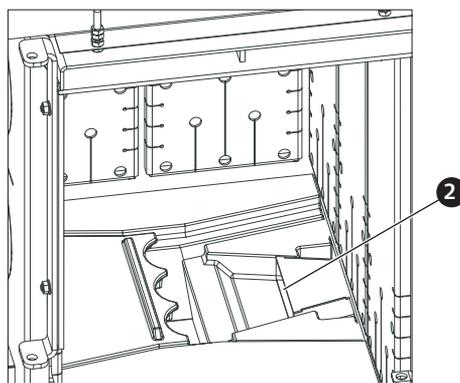

Fig. 39 Sortir les tablettes de combustion, contrôler les ouvertures d'air secondaire.
- ▶ Sortir les deux tablettes de combustion, aspirer la cendre et contrôler, ou dégager le cas échéant, les ouvertures d'air secondaire se trouvant en dessous - Fig. 39.